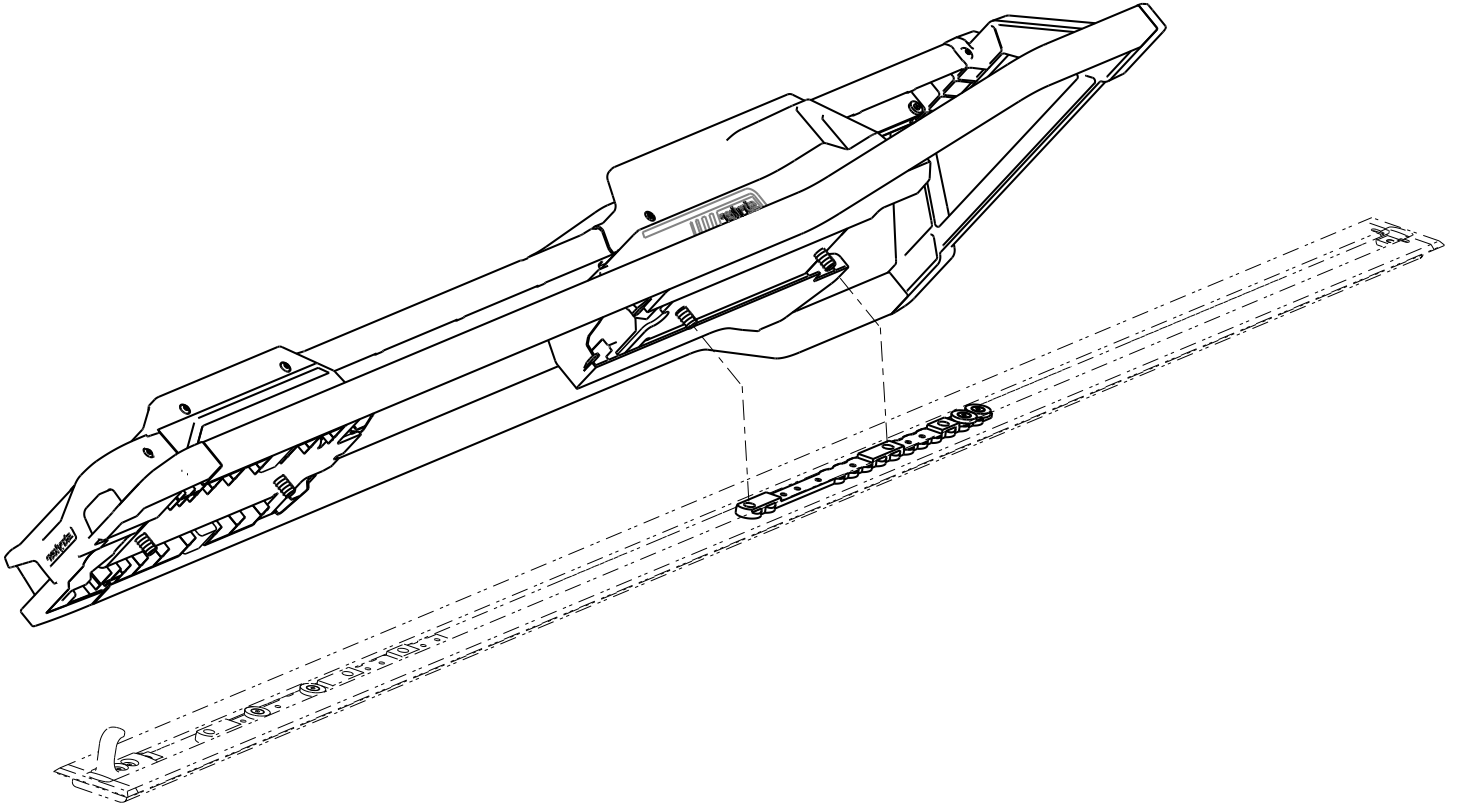

Figura 5 – Alineación del Performance-LOAD
1. Coloque con cuidado el **Performance-LOAD** sobre el conjunto de la placa de suelo. Alinee los dos pernos del extremo de la cabeza con los dos orificios de la regleta de ajuste tal como se indica en Figura 5.